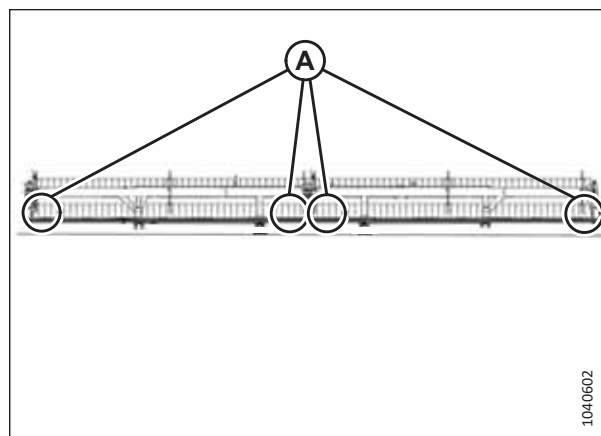

Рисунок 4.275: Расположение точек замера для жатки со сдвоенным мотовилом
- Рисунок 4.275, страница 422 — жатки со сдвоенным мотовилом